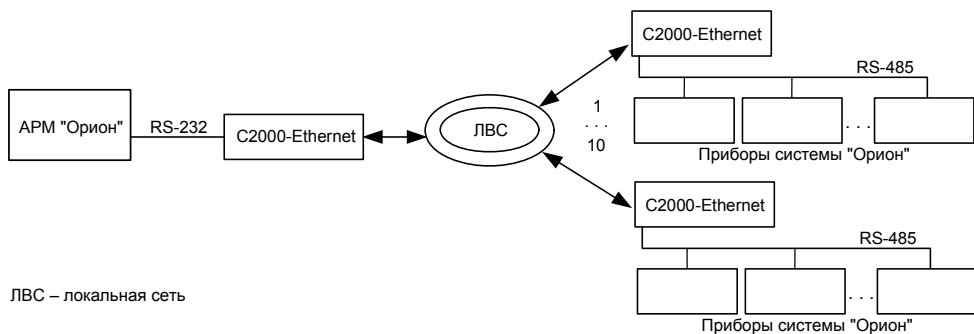
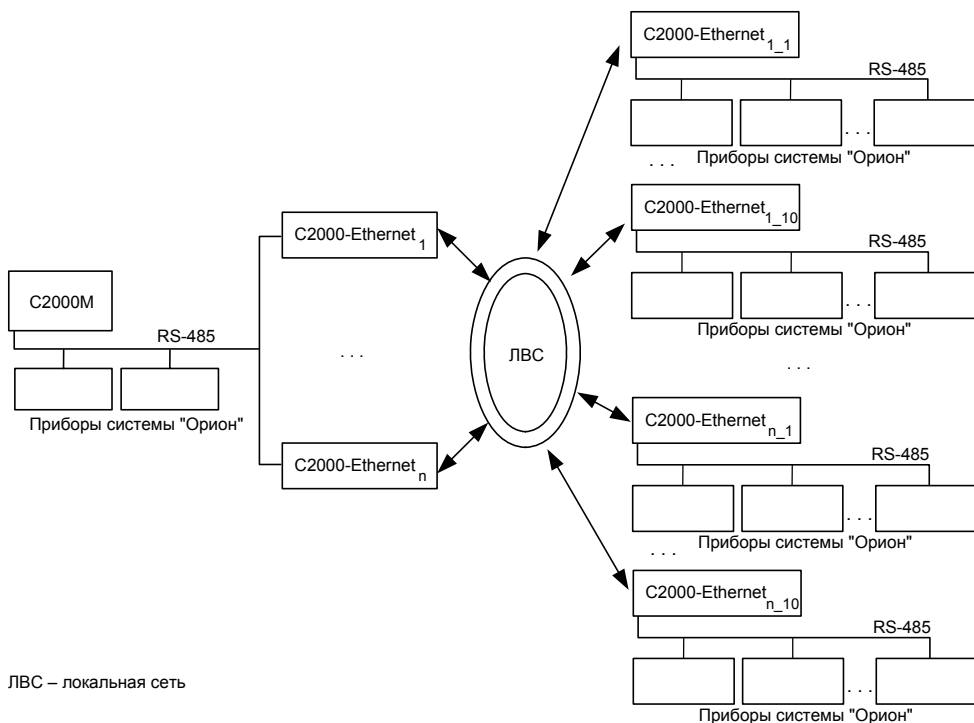
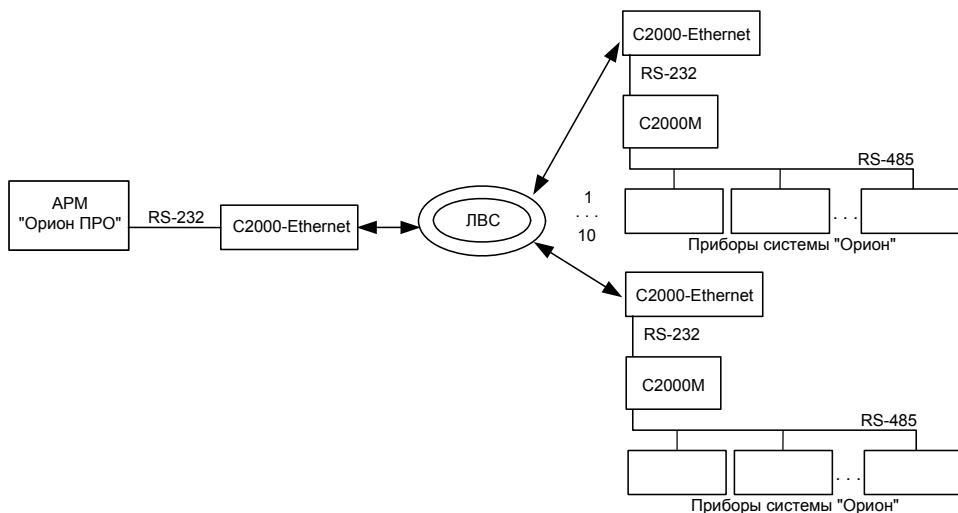

Рисунок 2 Типовая схема использования "C2000-Ethernet" с АРМ "Орион"
Рисунок 3 Типовая схема использования "C2000-Ethernet" с "C2000M"
Рисунок 4 Типовая схема использования "C2000-Ethernet" с АРМ "Орион Про"
- 1) все приборы работают в "прозрачном режиме" (Рис. 2, Рис. 3, Рис. 4);
- 2) только "С2000-Ethernet", подключенные к Master-устройству системы (АРМ "Орион", АРМ "Орион Про" или пульту "С2000М"), работают в "режиме с сохранением событий Slave", а все удаленные "С2000-Ethernet" работают в "режиме с сохранением событий Master" (Рис. 2, Рис. 3). Убедитесь, что:
К пульту "С2000М" можно подключить неограниченное количество "С2000-Ethernet", каждый из которых будет осуществлять ретрансляцию данных по локальной сети на свои удаленные "С2000-Ethernet" (Рис. 3).
Если в "прозрачном режиме" или "режиме с сохранением событий Slave" "C2000-Ethernet" подключается к компьютеру (Рис. 2, Рис. 4), то выберите тип интерфейса RS-232, в противном случае – RS-485.
удаленных "C2000-Ethernet-Master", для "C2000-Ethernet-Master" – это IP-адрес "C2000-Ethernet-Slave" (для наглядности см. Рис. 2 и Рис. 3). **Внимание! В конфигурации "C2000-Ethernet-Master" IP-адрес "C2000-Ethernet-Slave" должен располагаться обязательно в первой записи таблицы маршрутизации.**